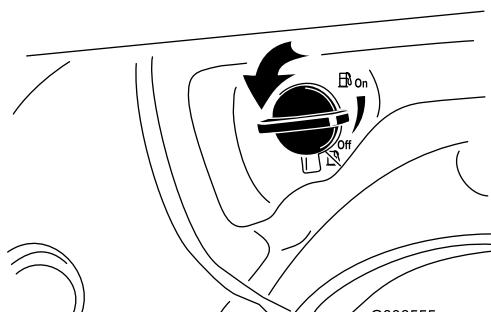

Рисунок 24
- Поверните отсечной топливный кран на 1/4 оборота против часовой стрелки для того, чтобы открыть его (Рисунок 24).